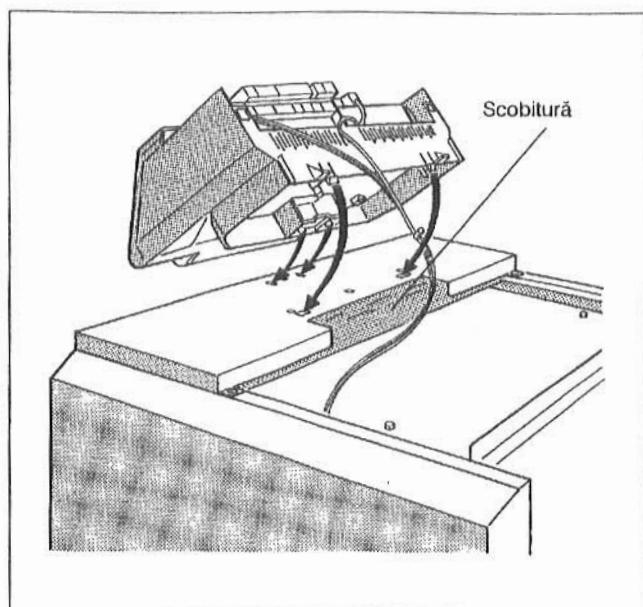

Fig. 7: Așezarea aparatului de reglare
- Aparatul de reglare se va așeza pe capota frontală de acoperire a cazonului în aşa fel încât cârligele de la partea de jos a aparatului de reglare să intre în față în găurile ovale (Fig. 7). Conductele capilare ale senzorului de temperatură și, la reglarea "Ecomatic", conducta senzorului de măsurare a temperaturii apei cazonului se va așeza în scobitura din capota frontală a cazonului (Fig. 7).
- Aparatul de reglare se va apleca în față și se va apăsa în jos până când ambele cârlige elastice au intrat în găurile din spate (Fig. 7).